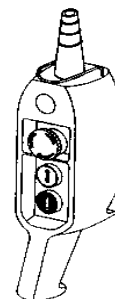

Abb. 5
- Das Bedienfeld an der vorgesehenen Steckverbindung anschließen. Auf dem Bedienfeld der Motorseilwinde befinden sich 3 Tasten (Abb. 5):